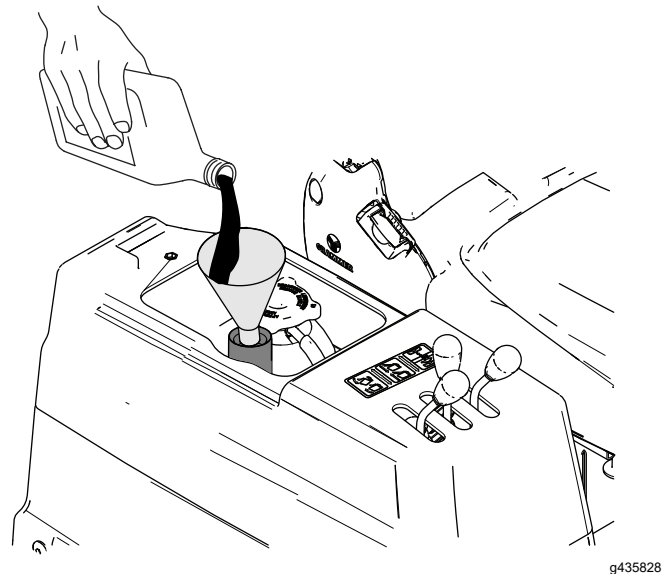

Figura 84
7. Se il livello di fluido non raggiunge la tacca inferiore sull'asta di livello, aggiungete il fluido idraulico specificato nel tubo di riempimento (**Figura 84**) fino a quando arriva a metà tra le due tacche dell'asta di livello.